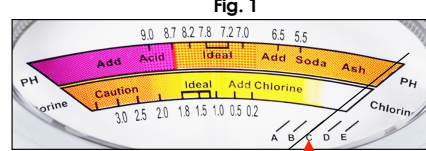

Fig. 1
3. Tournez la roue vers la gauche vers le côté "CL2" jusqu'à ce que l'aiguille soit pointée vers le "point de réglage lettre C" (Fig.1).
REMARQUE: Avant chaque test du niveau de chlore, il est nécessaire de régler le compteur sur le "point de réglage" en premier. Si vous ne connaissez pas le point de réglage, vous pouvez tourner l'aiguille vers C (car "C" est le point de réglage par défaut d'usine) (Fig.1).